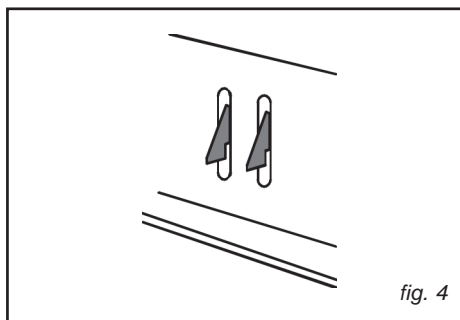

fig. 4
- Contrôler que les ailettes de fixation (Fig. 4) au meuble suspendu sont placées à une hauteur appropriée à l'épaisseur du bas de ce dernier. Si cette distance est inférieure à l'épaisseur, il faut l'augmenter en dévissant les 2 vis correspondantes à l'intérieur de l'appareil.